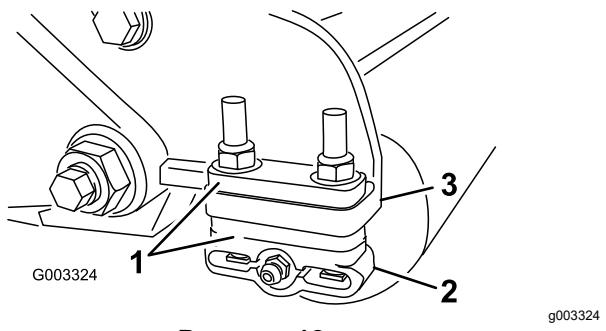

Рисунок 12
1. Отрегулируйте кронштейны заднего валика (Рисунок 12) на необходимый диапазон высоты скашивания путем установки необходимого количества проставок под монтажный фланец боковой пластины (Рисунок 12) в соответствии с таблицей высоты скашивания.